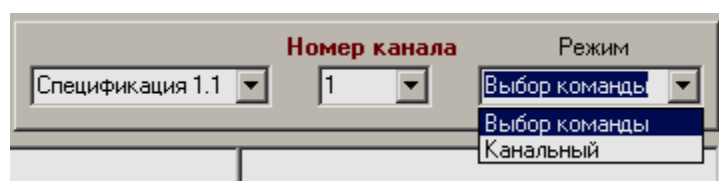

Рисунок 7.3
7.1.14.1 Установить параметр «Режим» в значение «Выбор команды» (рисунок 7.3)